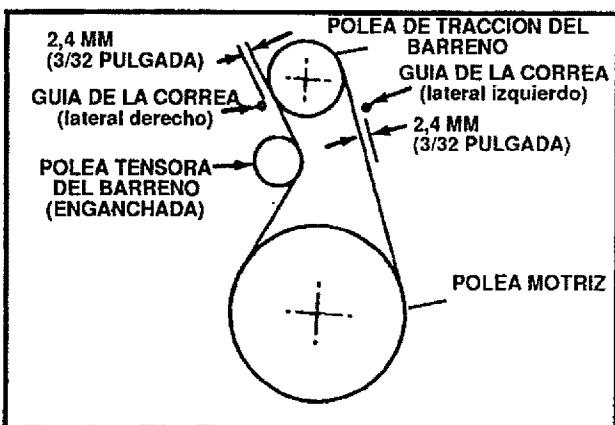

FIG. 6
- Mida la distancia entre las guías y la correa (Vea la FIG. 6). Esta distancia debe ser de 2,4 mm (3/32 pulgada) para cada guía.